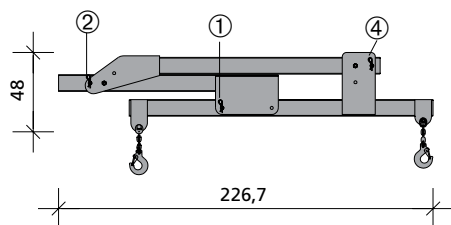
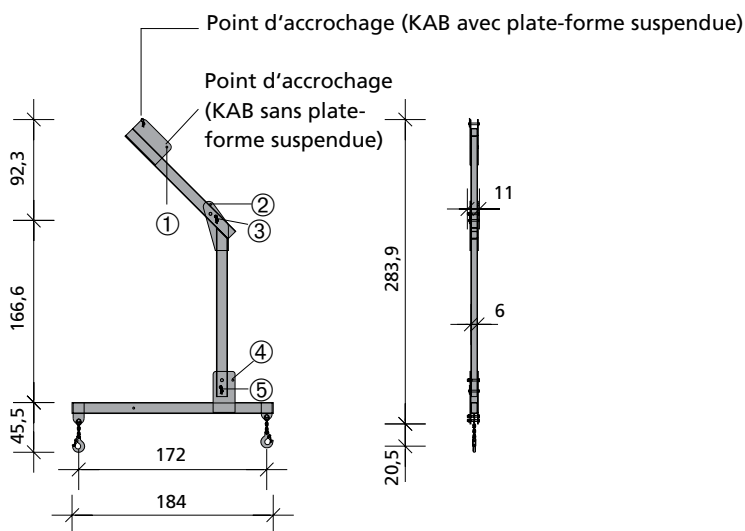

Fig. 16.1
Fig. 16.2
Pour le transport, replier simplement le palonnier. Insérer les axes à goupilles 16/90 et les goupilles B4 aux positions ②, ① et ④ (fig. 16.1).
Pour son utilisation, il suffit de verrouiller le palonnier KAB avec les axes à goupilles 16/90 et les goupilles B4 aux positions ③ et ⑤ (fig. 16.1). Déplier ensuite le palonnier, puis bloquer les axes l'aide des goupilles aux points ③ et ⑤ (fig. 16.2).